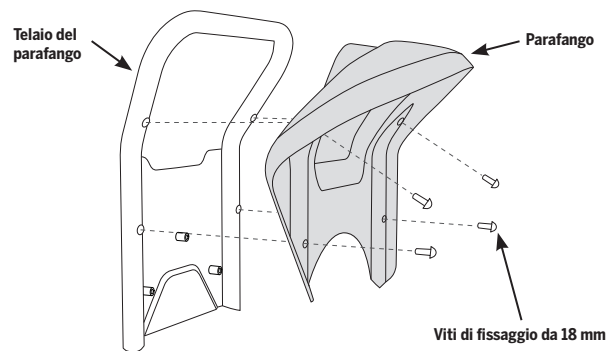

Figura 73: rimozione del parafango dal suo telaio
4. Per estrarre il parafango dal telaio, rimuovere le quattro viti di fissaggio da 18 mm utilizzando una chiave a brugola da 4 mm (vedere la **Figura 73**).